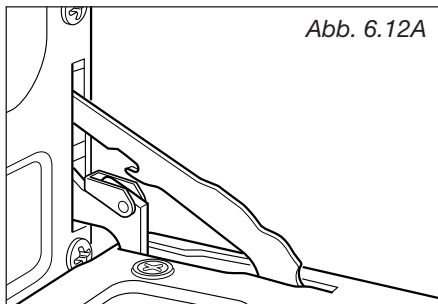

Abb. 6.12A
1. Ofentür öffnen (abb. 6.12A).